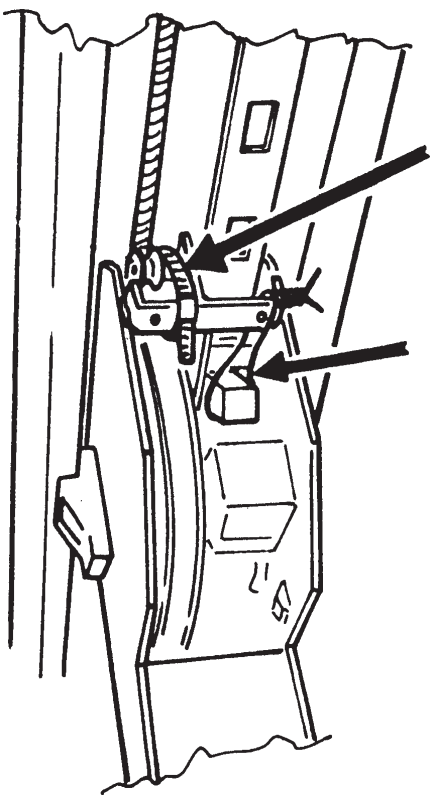

Fig. 25
- legare il paracadute e i martelletti in posizione di disimpegno (Fig.25);
- Die Auffangvorrichtung und die Klinken in der gelösten Position (Abb. 25) festbinden;
- lier le parachute et les taquets en position de repos (Fig.25);
- Spänn fast säkerhetslås och spärrar i frigjort läge (Fig.25);